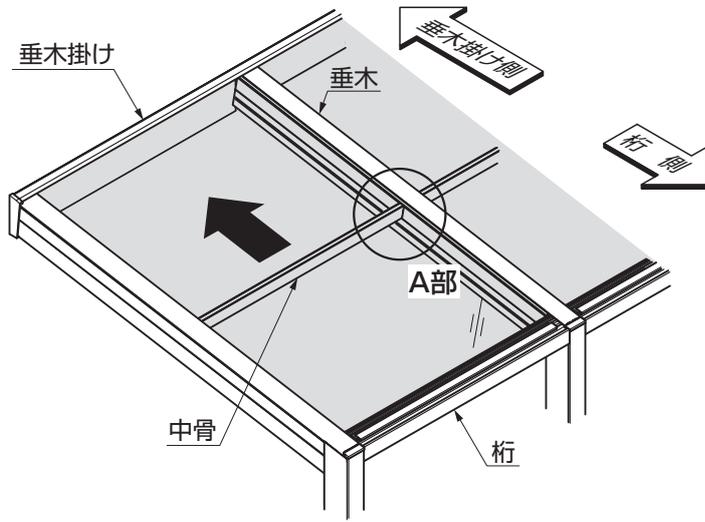

図1-1
①最も桁側の中骨を、垂木掛け側に押込んでください。(図1-1参照)